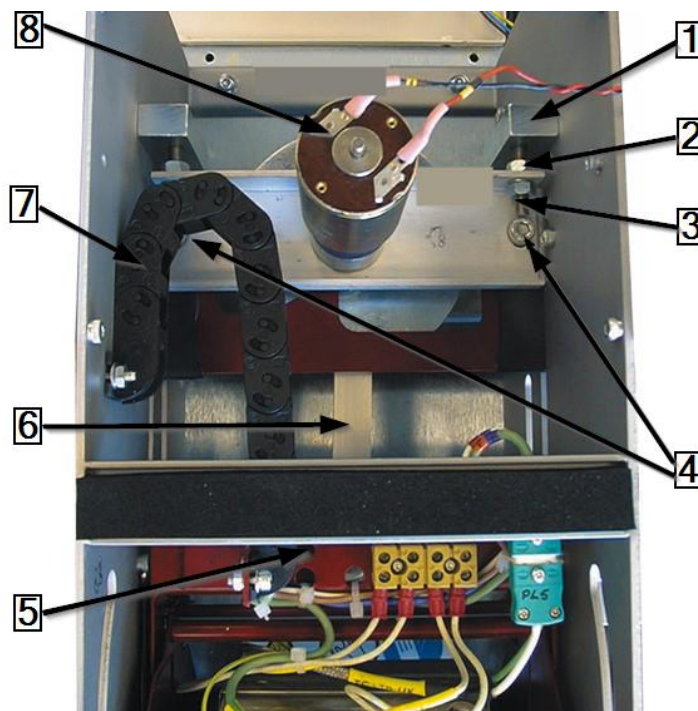

Abb. 77 : Groupe moteur (vue de face)
- Pour la description suivante, voir la Abb. 77 : Groupe moteur (vue de face), page 111). Desserrez les écrous de fixation M6×40 (2) sur les vis de positionnement (3) dans les blocs de support du moteur et enlevez les vis de positionnement.
- Desserrez les 2 vis de fixation (4) qui fixent l'embase du groupe moteur.
- Sortez le pivot arrière de la manivelle du moteur (1) (voir ci-dessous) en dehors de la manivelle.